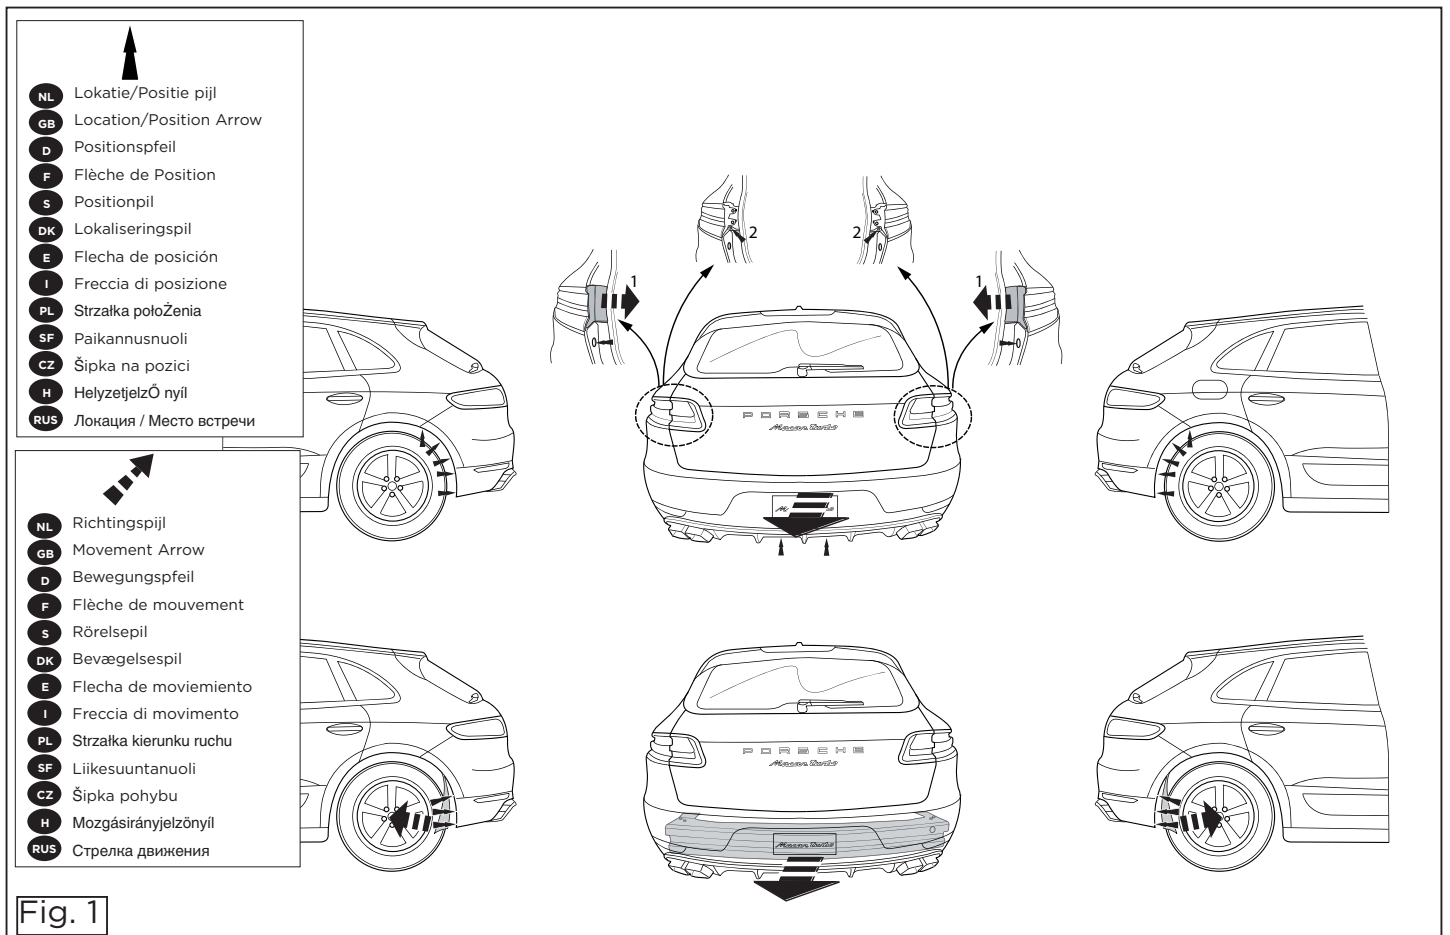

Fig. 1
3. Remove the bumper and the steel buffer beam from the vehicle. The buffer beam will no longer be needed. See figure 1.
3. Die Stoßstange einschließlich des stählernen Stoßbalkens vom Fahrzeug abmontieren. Der Stoßbalken wird nicht mehr benötigt. Siehe Abbildung 1.
3. Снять бампер вместе со стальными буферными брусом автомобиля. Снять бампер больше не понадобится. См. рисунок 1.
1. Déposer le pare-chocs du véhicule Y compris la traverse en acier la traverse ne sera plus utilisée. Voir la figure 1.